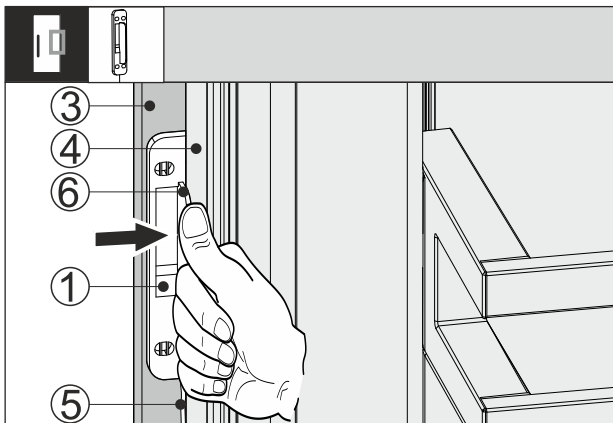

Fig. 65
- Klopfsensor Fig. 65 (1) zwischen Möbelfront Fig. 65 (3) und Gerätetür Fig. 65 (4) schieben, so dass das Kabel Fig. 65 (5) leicht gespannt ist. Der Anschlag Fig. 65 (6) des Klopfensors liegt an der Gerätetür Fig. 65 (4) an.
- Klopfsensor Fig. 65 (1) an der Möbelfront Fig. 65 (3) anpressen.
- Klopfsensor Fig. 65 (1) ist angeklebt. Das Ankleben des Klopfensors optimiert die Übertragung des Klopfsignals.
- Dauerhafte Fixierung des Klopfensors Fig. 65 (1) erhöht die Lebensdauer.
- Klopfsensor Fig. 65 (1) mit den mitgelieferten Schrauben an der Möbelfront Fig. 65 (3) anschrauben.